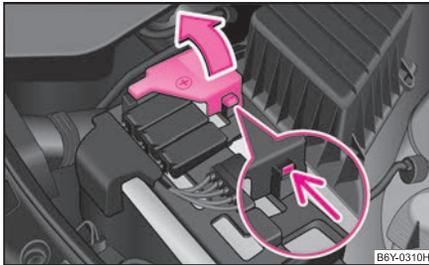

Abb. 167 Batterie:
- Klappen Sie die Pluspol-Abdeckung (+) auf ⇒ Abb. 167.